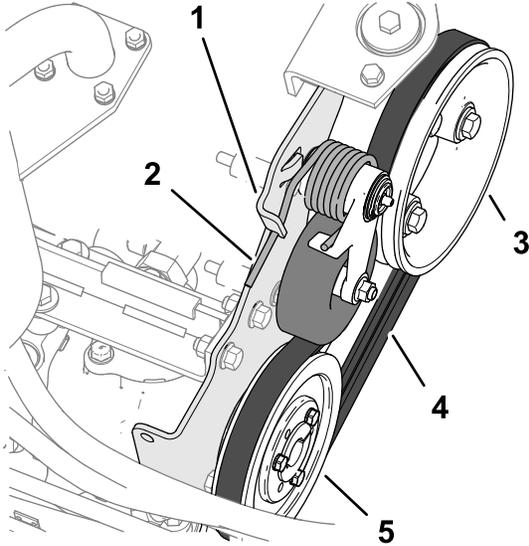

图 81
2. 将皮带张紧弹簧的末端向下推出泵安装凸耳中的槽口然后向前移动弹簧端图 81。